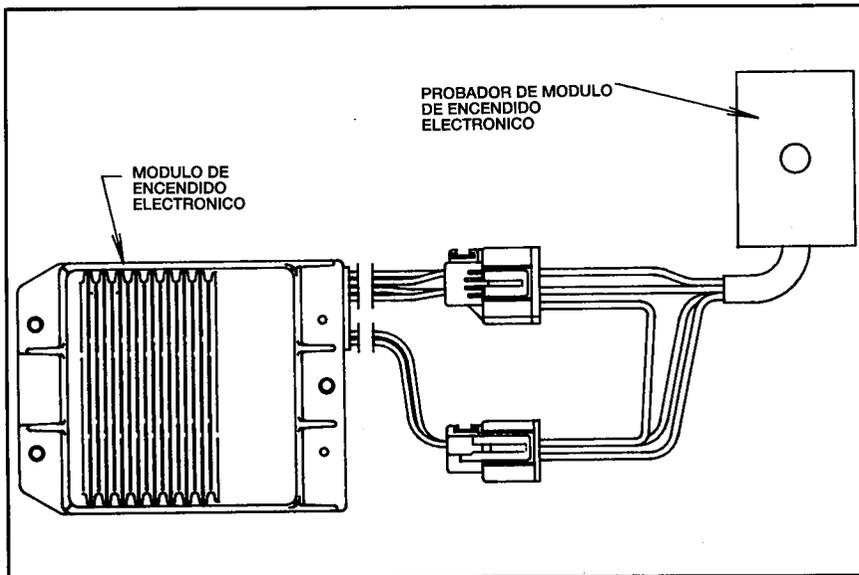
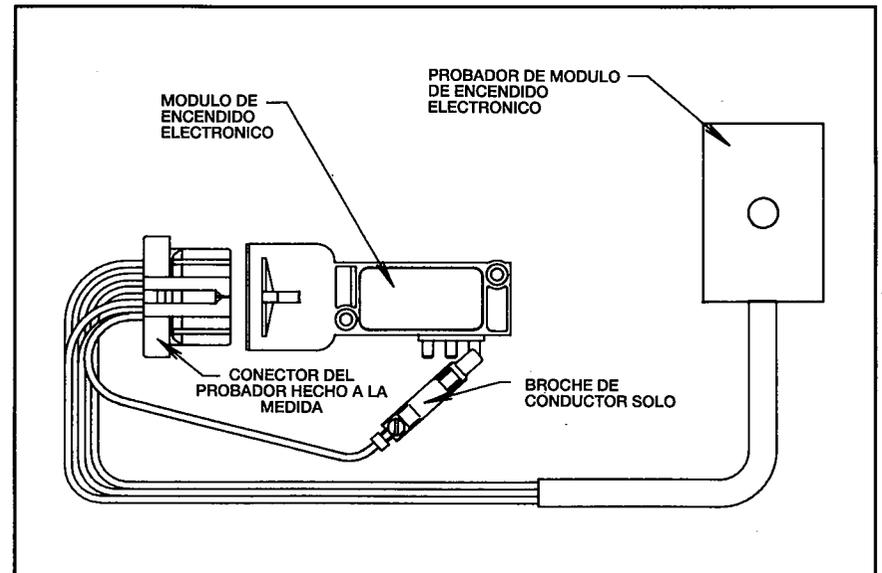

Fig. 10 (Ejemplo típico: Wells #F102)
Fig. 11
Hay dos tipos de Módulo de Encendido Electrónico Ford. Uno es alojado en una "caja" grande de metal (Fig. 10) que tiene un anillo de plástico de colores de donde los cables salen del módulo. Está montado en el muro contrafuego o en el espacio de la salpicadera. El otro módulo de plástico más pequeño es llamado diseño "Integrado de Capa Gruesa" o diseño "ICG" (Fig. 11) el cual puede ser montado en el mismo distribuidor o en algunas otras posiciones remotas.
1. Para probar el tipo de añillo, conecte los conductores (cables) de prueba a las conductores del módulo en la secuencia rojo-rojo, verde-verde, blanco-blanco y negro-negro (Fig. 10).
Cuando pruebe el tipo ICG, simplemente enchufe el conector del probador hecho a la medida dentro del módulo (Fig. 11). La lámpara indicadora debe estar apagada o simplemente encendida. Ponga en contacto el broche del conductor solo del probador con la conexión de prueba apropiada para el módulo que usted esté probando. Refiérase a las instrucciones del fabricante del probador para corregir conexiones. No todas las conexiones de prueba son las mismas, dependiendo del